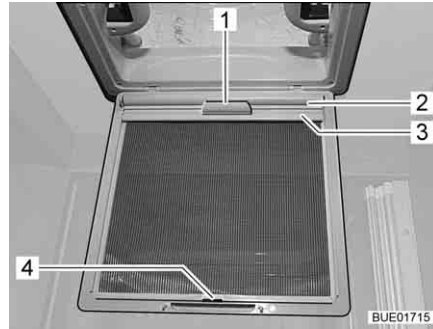

Fig. 122 Oscurante a rullo
- Tirare l'oscurante a rullo (Fig. 122,2) utilizzando la maniglia (Fig. 122,1) e agganciare il listello di supporto (Fig. 122,3) ai ganci (Fig. 122,4) sulla protezione contro gli insetti.
- Staccare il listello di supporto (Fig. 122,3) dai ganci (Fig. 122,4) e ricondurre lentamente l'oscurante a rullo (Fig. 122,2) utilizzando la maniglia (Fig. 122,1).